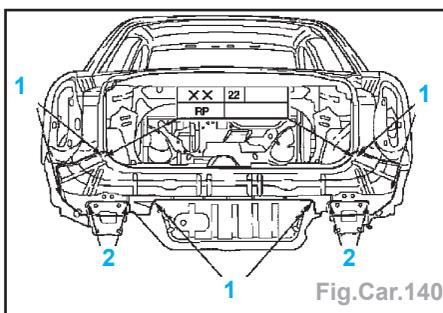

Fig.Car.140
- River le panneau arrière extérieur dans la zone (1) ; 11 rivets étanches à l'eau (Fig.Car.140).